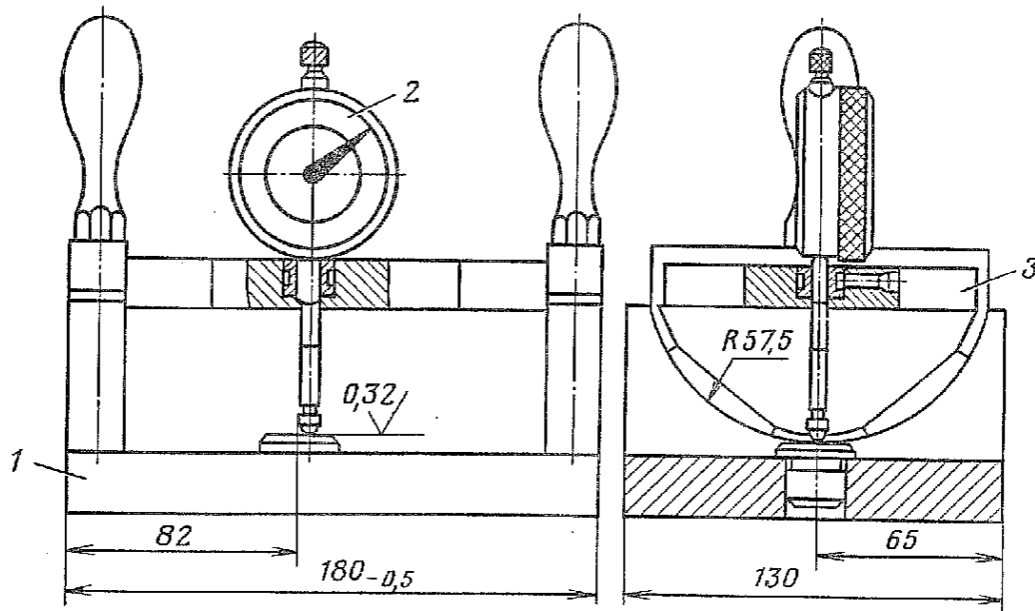

Рис. 149. Контрольное приспособление для подбора толщины регулировочных прокладок ведущей шестерни главной передачи:
3.14.5. Настроить контрольное приспособление (рис. 149) по эталону 1 на размер 60,5 мм (наконечник индикатора 2 в свободном состоянии выходит за линию окружности радиуса 57,5 мм на 3 мм), при этом большая стрелка индикатора должна быть установлена на цифре 0, маленькая — на цифре 3 (контрольное приспособление для подбора толщины регулировочных прокладок, эталон для контрольного приспособления).